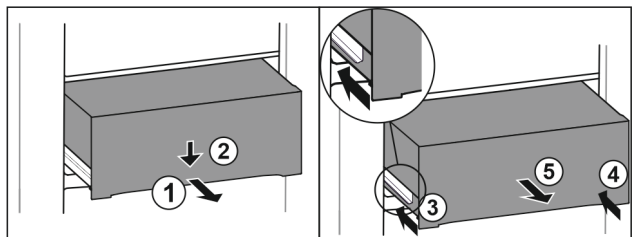

Fig. 231
- Tërhiqni jashtë sirtarin deri në gjysmë. Fig. 231 (1)
- Shtypni për poshtë sirtarin në pjesën përpara. Fig. 231 (2)
- Shtyni brenda shinën e majtë rreth 2 cm. Fig. 231 (3)
- Shtyni brenda shinën e djathtë rreth 2 cm. Fig. 231 (4)
- Hiqeni sirtarin nga përpara. Fig. 231 (5)